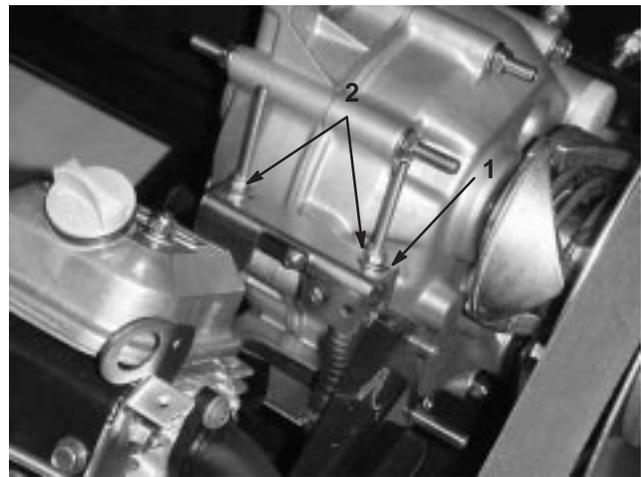

Bild 25
Wenn Sie regelmäßige Wartungsarbeiten und/oder eine Motordiagnostik durchführen, müssen Sie die Antriebsachse zunächst auf Neutral schalten (Bild 25). Der Schalthebel weist eine Neutralstellung auf, die den Leerlauf der Antriebsachse bestimmt. Treffen Sie die folgenden Maßnahmen, um sicherzustellen, dass der Schalthebel in der Neutralstellung die Antriebsachse auch richtig auf Neutral schaltet:
2. Achten Sie darauf, dass die Neutralhalterung in der Neutral-Stellung eben ist. Drehen Sie hierfür die Antriebskupplung (Bild 25). Das Fahrzeug sollte nicht vorwärts- oder rückwärtsrollen. Wenn sich das Fahrzeug bewegen lässt, schieben Sie die Neutralhalterung in die Neutral-Stellung.
3. Ziehen Sie eine der Sicherungsmuttern (Bild 25) nur so weit fest, dass das Spiel aus dem Schaltzug entfernt wird.